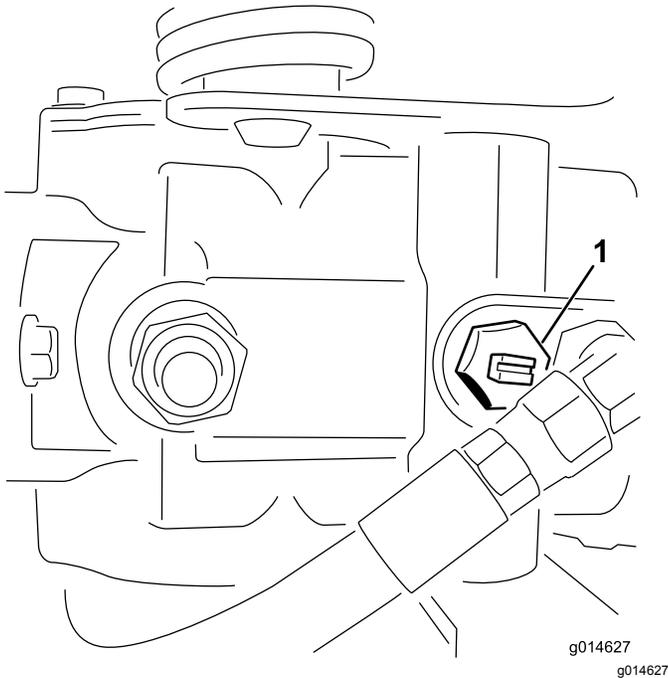

Figura 37
1. Localice la válvula de desvío en la bomba y gírela hasta que la ranura esté en posición vertical (Figura 37).
2. Antes de arrancar el motor, cierre la válvula de desvío girándola hasta que la ranura esté horizontal (Figura 37). No arranque el motor con la válvula abierta.